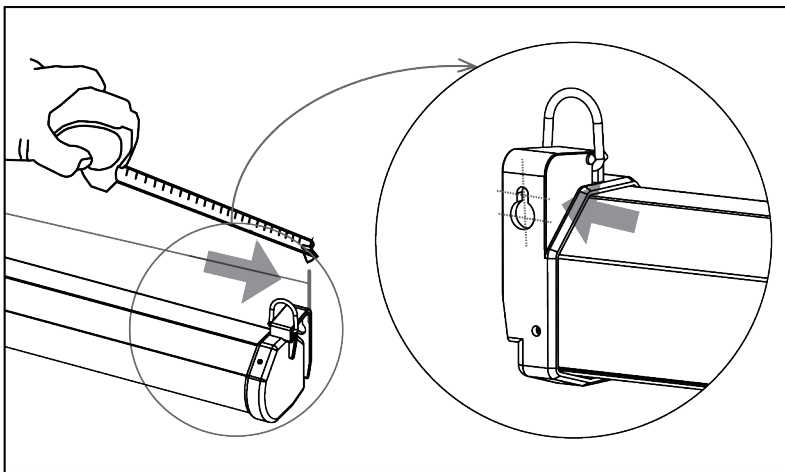
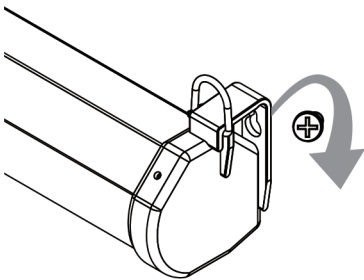

Рис. 1
Рис. 2
- подвешивание на стену: замерьте расстояние между петлями на корпусе, как показано на рис. 1. Прикрутите шурупы соответствующего диаметра к стене с учетом высоты экрана, подвесьте экран крепежными петлями на шурупы, как показано на рис.2;